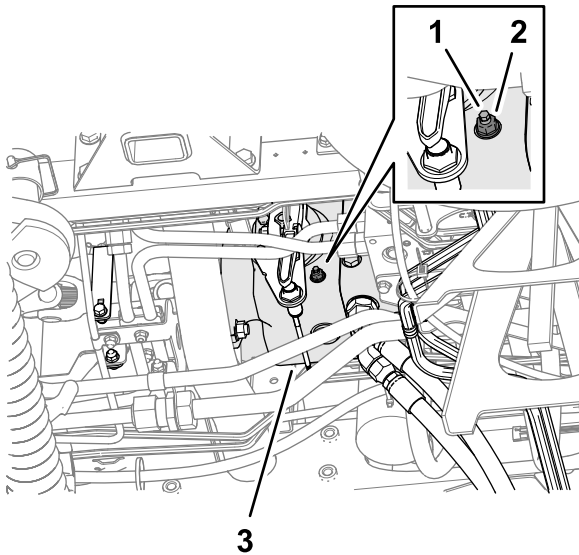

Bild 136
3. Lösen Sie von der Unterseite der Maschine aus und auf der rechten Seite der Traktionspumpe die Sicherungsmutter, mit der die Schraube zur Einstellung der Leerlaufückstellung befestigt ist (Bild 136).